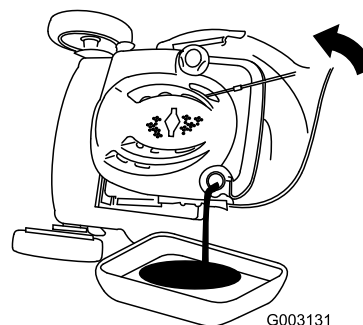

Figura 43
3. Inclinate il tosaerba sul fianco, con il filtro dell'aria in alto, per scaricare l'olio usato attraverso il tubo di riempimento (Figura 43).